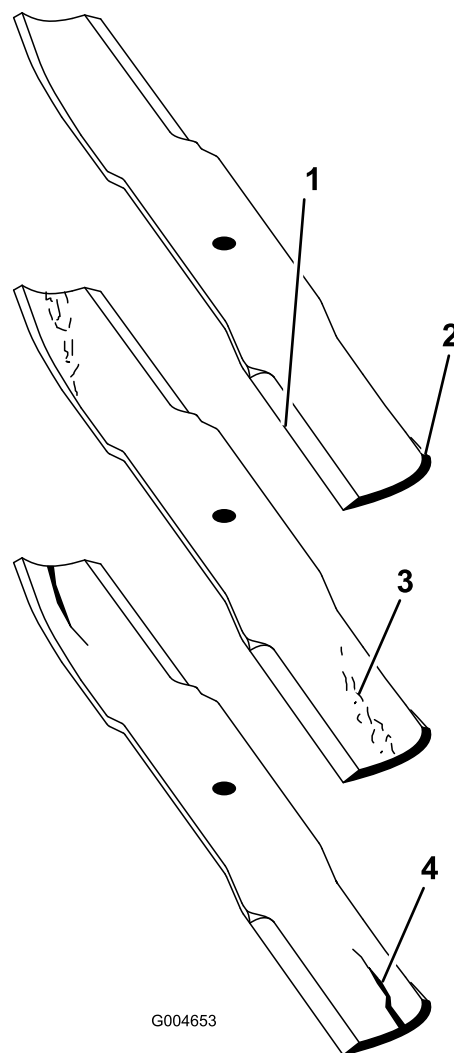

図 125
2. ブレードの切っ先を注意深く観察、特に、直線部と曲線部が交わる部分をよく観察する 図 125。
注 この、直線部と曲線部の交差域は、砂などによる磨耗が進みやすい部分なので、機械を使用する前によく点検することが必要である。磨耗が進んでいる場合 図 125には、ブレードを交換する。